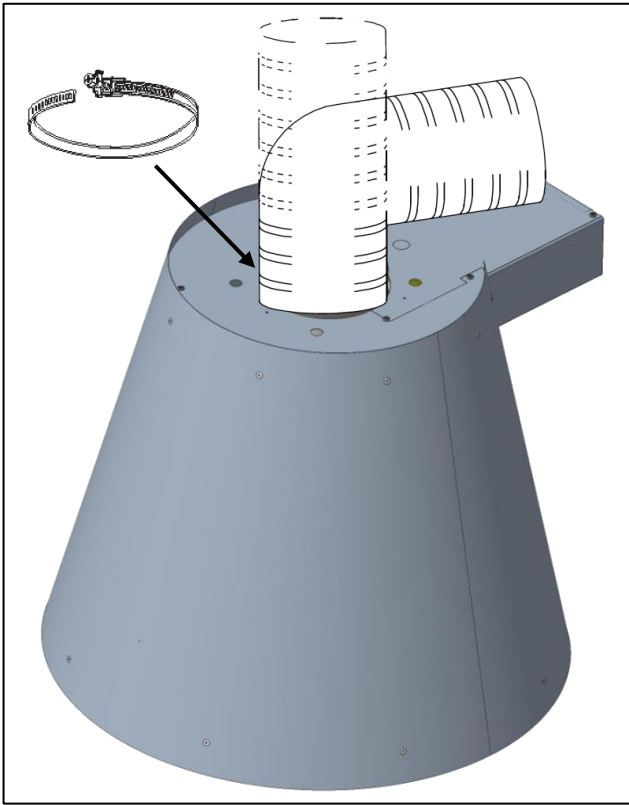

FIG. 7
- Aplicar o tubo flexível e fixá-lo com braçadeira (tubo e braçadeira não incluídos) na saída do motor FIG. 7